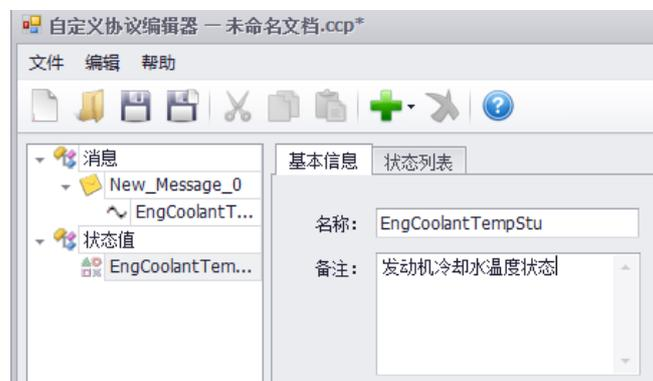

图 8.203 自定义协议_状态值设定
- (5) 状态值：预先设置好，用于定义信号时，进行状态描述。如图 8.203 所示。